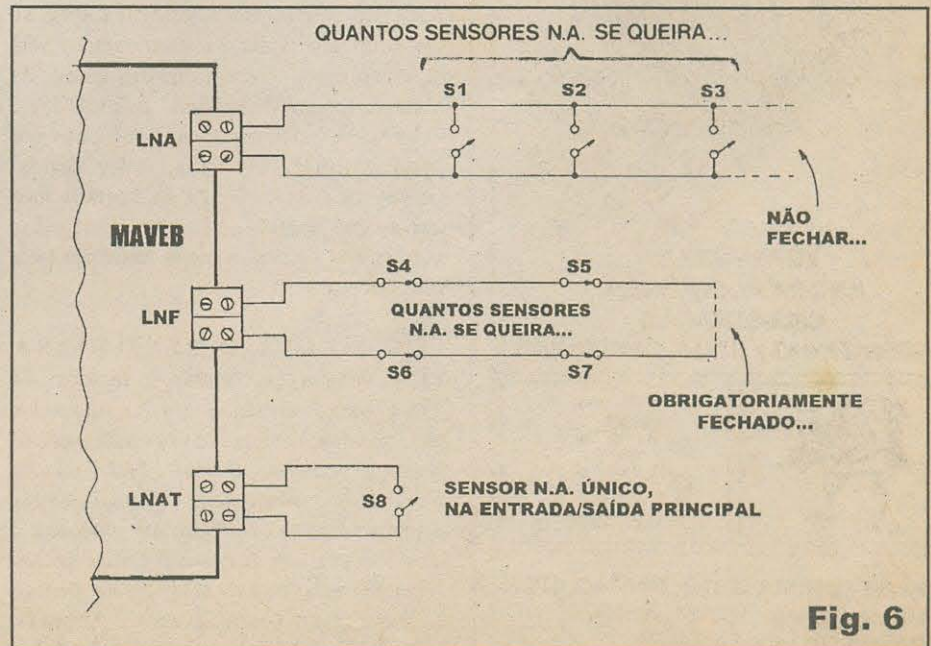

Fig. 6
- FIG. 6 - DIAGRAMA BÁSICO PARA ESTABELECIMENTO DOS LINKS SENSORES... - É também muito fácil a instalação e ligação dos conjuntos (*links*) sensores, devendo apenas ser respeitado o seu *tipo* (N.A. ou N.F.) e a sua disposição (em *paralelo* ou em *série*, respectivamente...). O diagrama dá toda a *ficha* da instalação... À entrada L.N.A. podem ser acoplados (todos *paralelados*...) quantos sensores N.A. se queria (*não* fechar o *link* na sua extremidade elétrica mais distante do MAVEB...). À entrada L.N.F. é ligado o elo - em *série* - formado pelos sensores tipo N.F., também em qualquer quantidade que se mostre neces-sária... Observar que este *link* **deve**, obrigatoriamente, ser **fechado**... Final-mente, à entrada L.N.A.T. é ligado o *único* sensor N.A. a ser fisicamente instalado na proteção da porta principal, acesso de entrada/saída para a rua, do local a ser protegido...
Se porventura alguma das entradas mostradas no diagrama da FIG. 6 não for utilizada, sua condição elétrica de *stand by* deverá ser *artificial* ou naturalmente atendida, caso contrário o sistema não funcionará corretamente...! Assim, se o elo